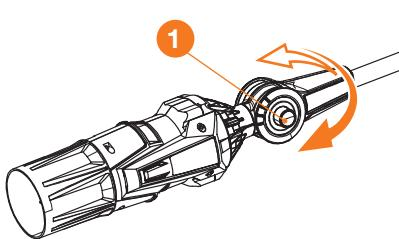

Рис. 6
- Для изменения угла наклона выдувной части – зажмите кнопку фиксатора ① и установите необходимое положение, после чего отпустите кнопку для фиксации (Рис. 6).